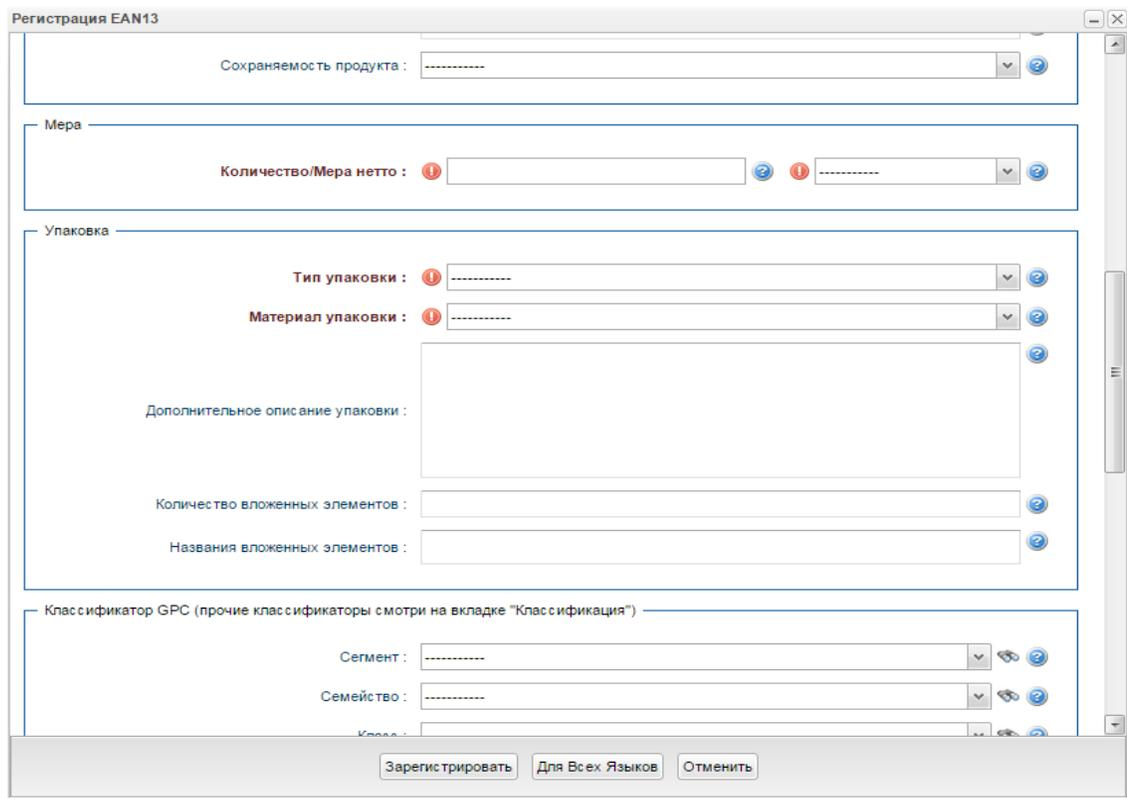

Рис.12. Кодирование единичной упаковки.
Есть несколько методов кодирования данных в базе данных ГС1 Рус: через форму кодирования (позволяет описывать 1 продукт), через форму копирования существующей позиции (позволяет полностью копировать все атрибуты уже существующей позиции) и через эксель шаблон (см. пункты 6.5, 6.6 и 6.7). Сначала рассмотрим форму кодирования 1 продукта, для этого нажмите кнопку «Регистрация EAN13» в главном меню, см. Рис. (3). Откроется окно кодирования, как показано на Рис.12: